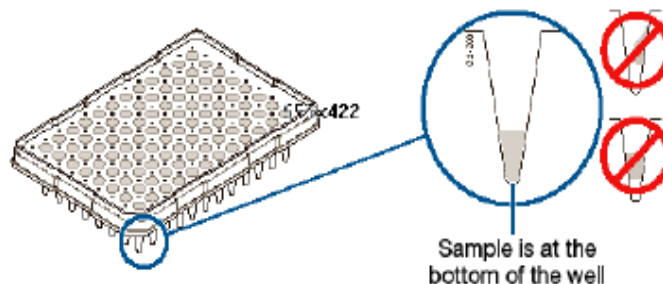

Figura 26. Disposición correcta de los estándares en los pozos de la placa.
**7.12.5** Verifique que cada muestra esta correctamente dispuesta en el fondo de cada pozo (ver figura 26).